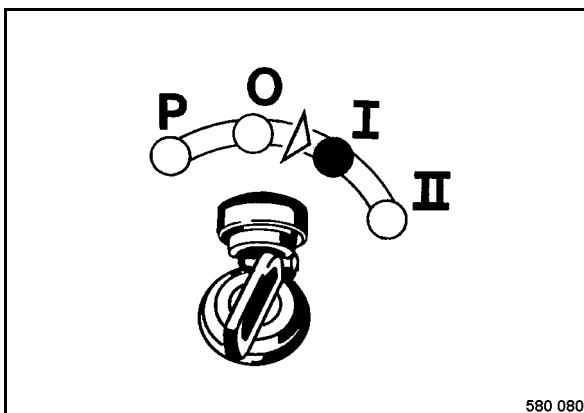

Fig. 101
- Girar la llave de encendido (Fig. 101) a posición „I“.